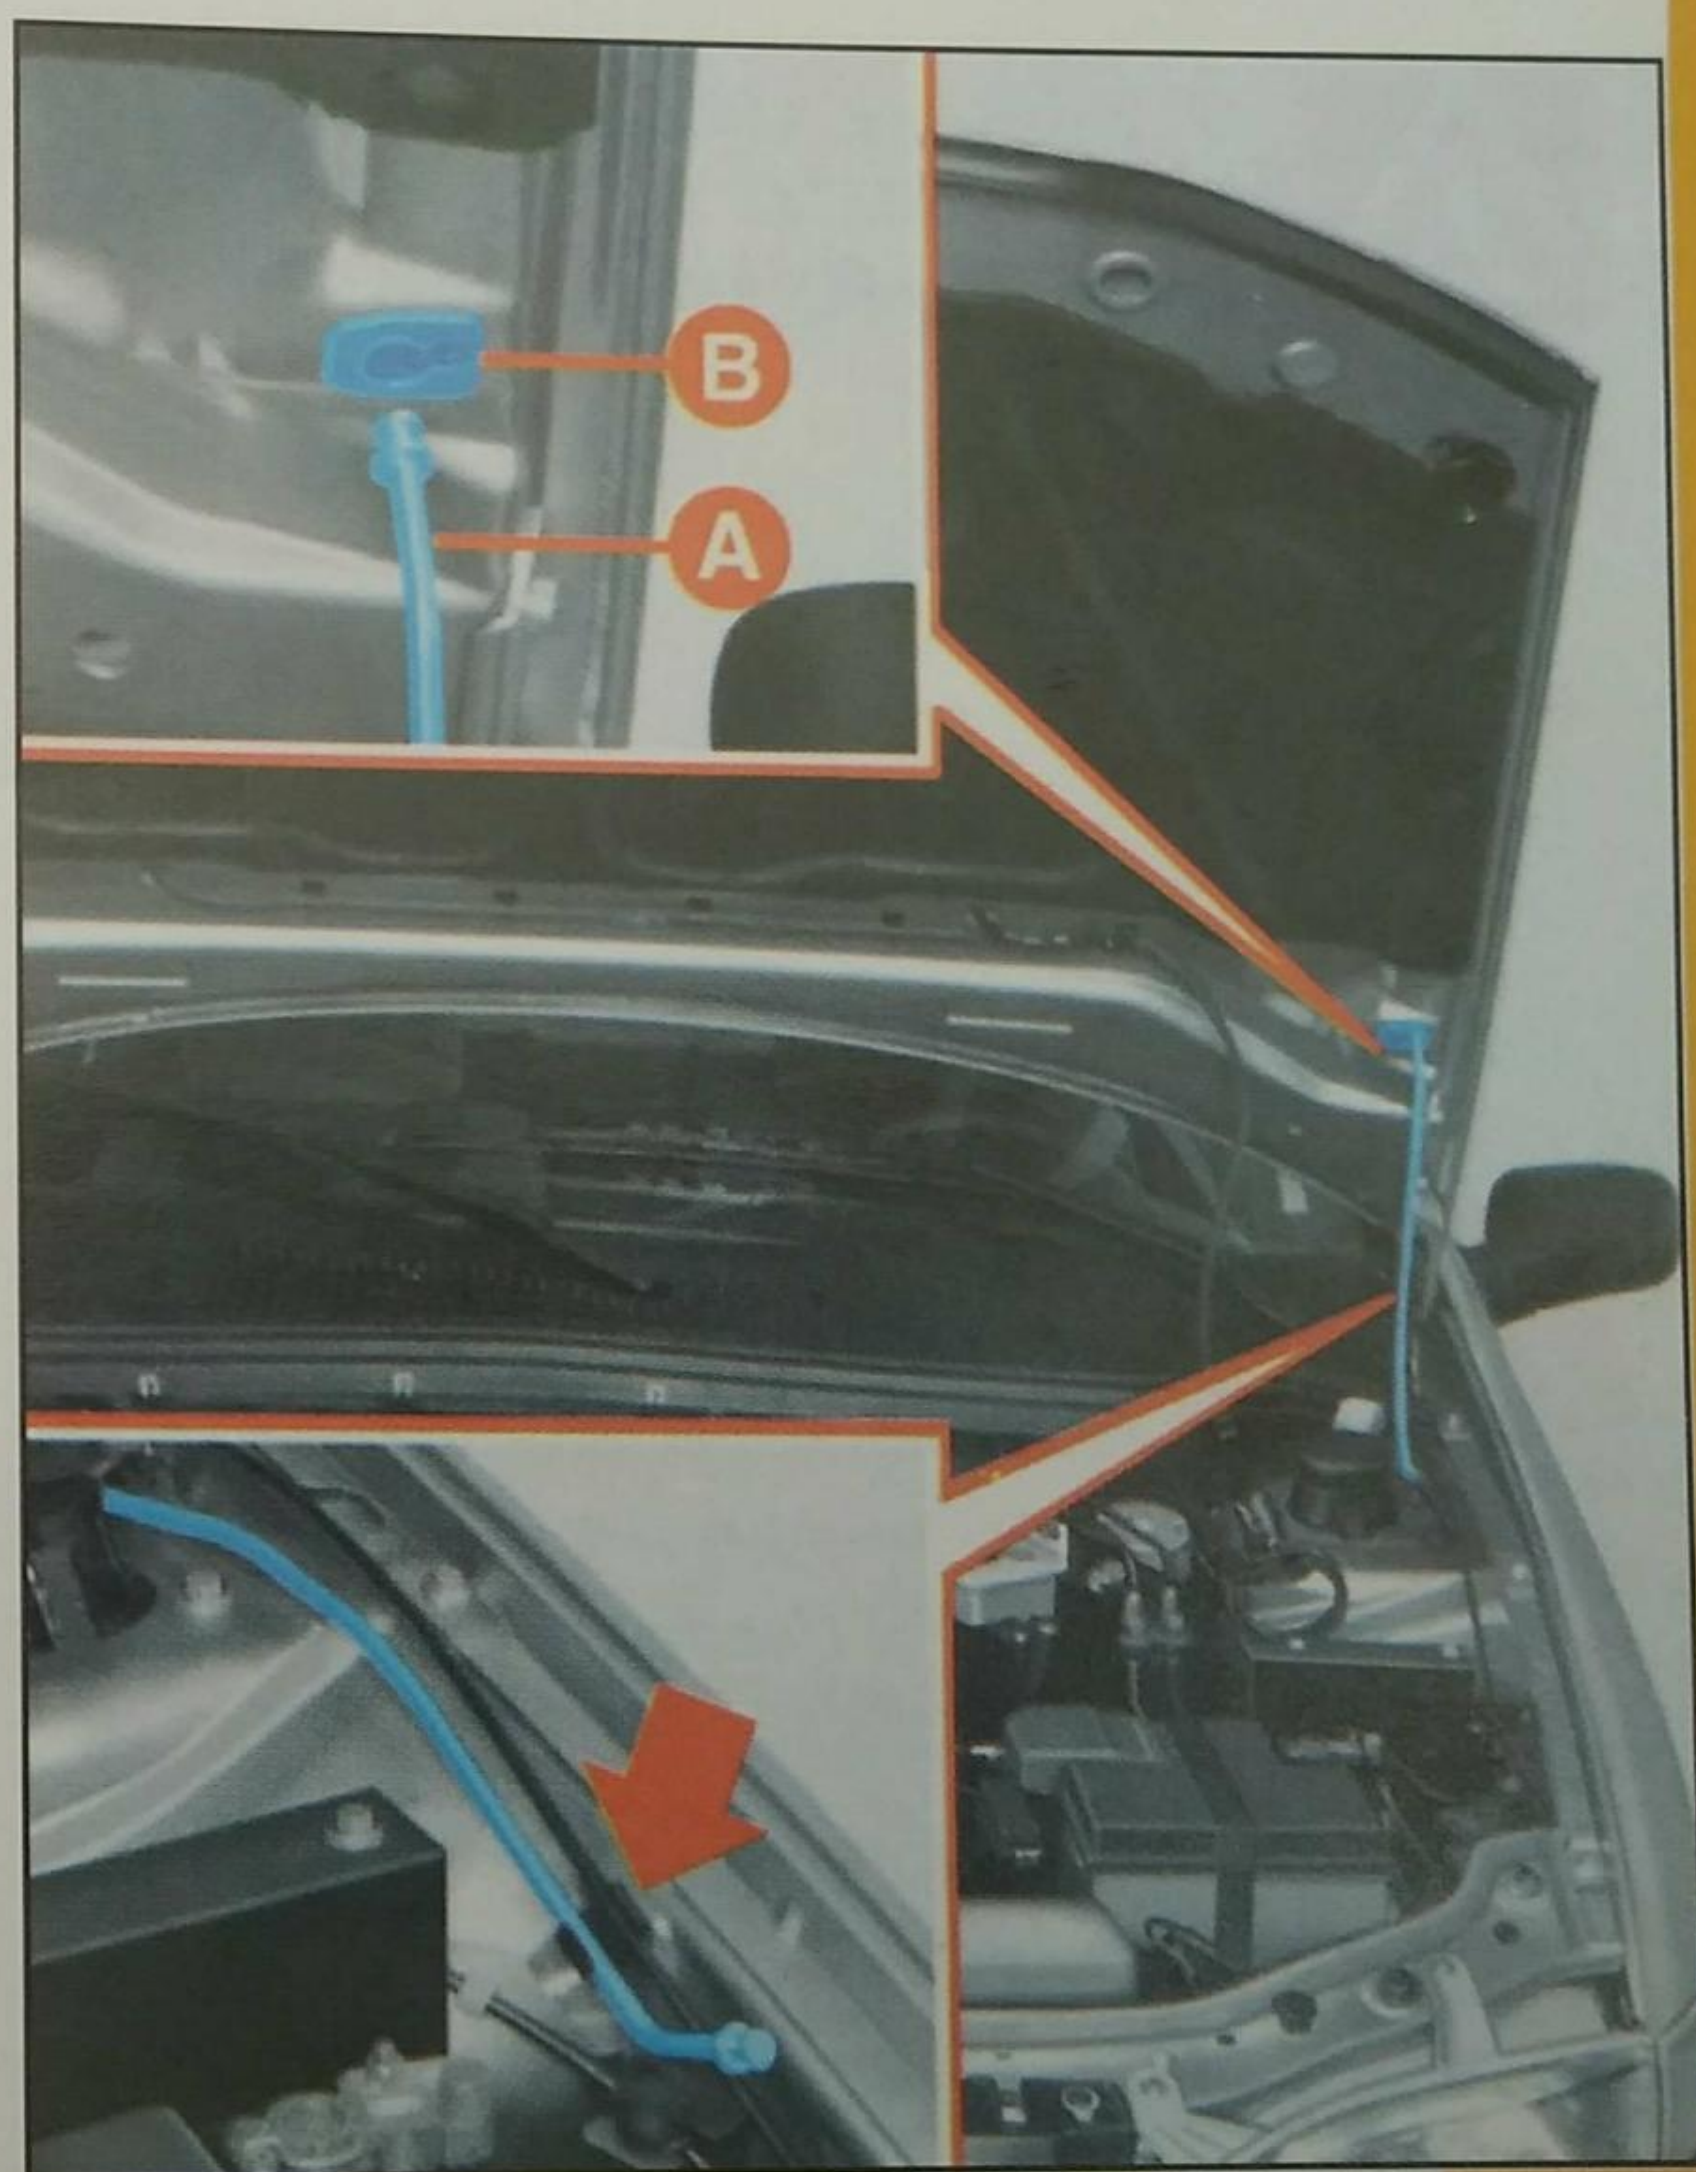

Fig. 74
3) Levantar el capot asegurándolo por la parte central y simultáneamente, soltar la varilla **A**-fig. 74 del soporte indicado por la flecha de su dispositivo de bloqueo.
- 1) Mantener el capot levantado con una mano y con la otra retirar la varilla **A-fig. 74** de la apertura **B** y recolocarla en su dispositivo de bloqueo.